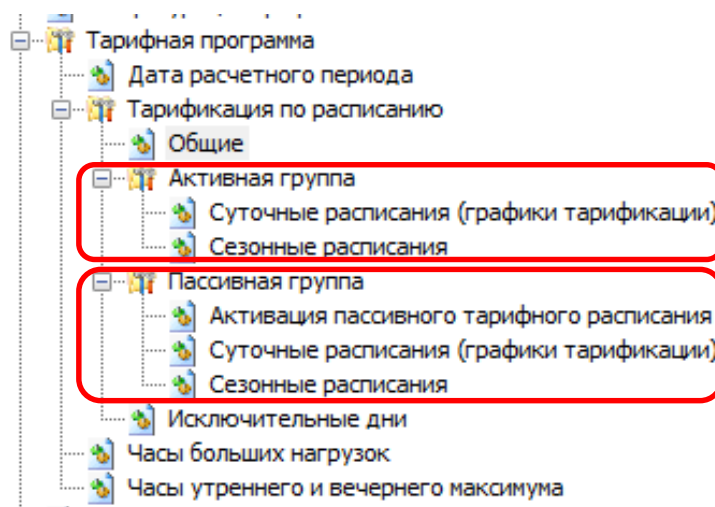

Рисунок 85 – Настройка групп тарифных расписаний - активное (действующее) и пассивное (планируемое к применению).
- 32 суточных расписания переключения тарифа, в каждом до 16 точек переключения тарифа (см. рисунок 85). Одна точка переключения тарифа содержит: время начала действия тарифа (чч:мм) и тариф (т) (рисунок 86); Порядок задания тарифов – произвольный. Если переключение не используется, то в соответствующих полях необходимо установить значения: время – 00:00, тариф – нет.
- 12 сезонных недельных расписания (см. рисунок 85). Каждое содержит: дату начала действия расписания (дд.мм) и номер суточного расписания переключения тарифов для каждого дня недели (пн,вт,ср,чт,пт,сб,вс) от 1 до 32 (рисунок 87). Если сезонное недельное расписание надо отключить,
6.4.1.3 Исключительные дни (48 штук)⁴² применяются сразу после записи (см. рисунок 85). Каждый исключительный день содержит, месяц год и номер суточного расписания переключения тарифа от 1 до 32 (см. рисунок 88). Если исключительный день не используется, то в графе «Использовать» задается «-», в противном случае «+».